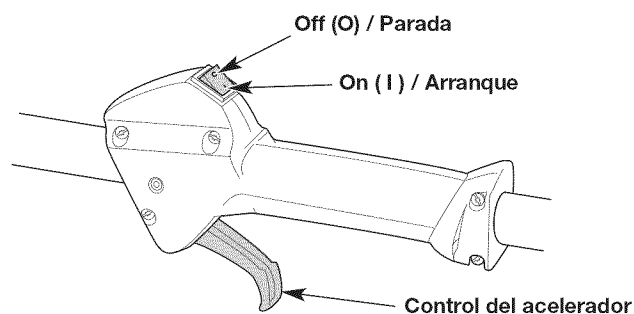
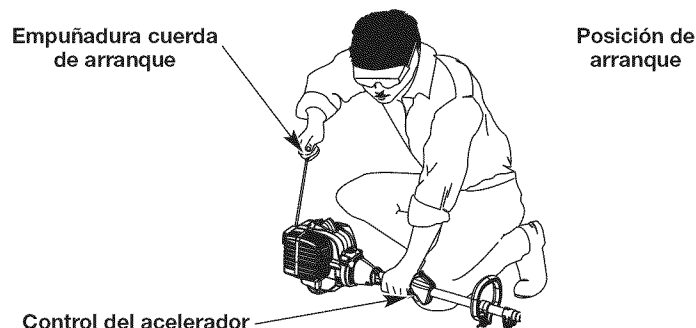

Fig. 9
Fig. 12
ADVERTENCIA: Se debe evitar arrancar accidentalmente la unidad. A fin de evitar que se produzcan lesiones graves, el operador y la unidad deben estar en una posición estable cuando se jala la cuerda de arranque (Fig. 12).
NOTA: No es necesario encender la unidad. El interruptor de encendido/apagado está en la posición ON (1) (encendido) en todo momento (Fig. 9).
5. Agacharse en la posición de arranque (Fig. 12).
6. Apriete el control del acelerador (Fig. 9) y tire de la cuerda de arranque con un movimiento controlado y firme **5 veces** (Fig. 12).
2. Oprima y mantenga apretado el interruptor de encendido/apagado en la posición OFF (0) (apagado) hasta que el motor se pare por completo (Fig. 9).
- NOTA:** No es necesario encender la unidad. El interruptor de encendido/apagado está en la posición ON (I) (encendido) en todo momento (Fig. 9).
7. Apriete y mantenga oprimido el control del acelerador (Fig. 9). Ponga en marcha el accesorio Speed Start™ durante 2 segundos.
2. Oprima y mantenga apretado el interruptor de encendido/apagado en la posición OFF (O) (apagado) hasta que el motor se pare por completo (Fig. 9).